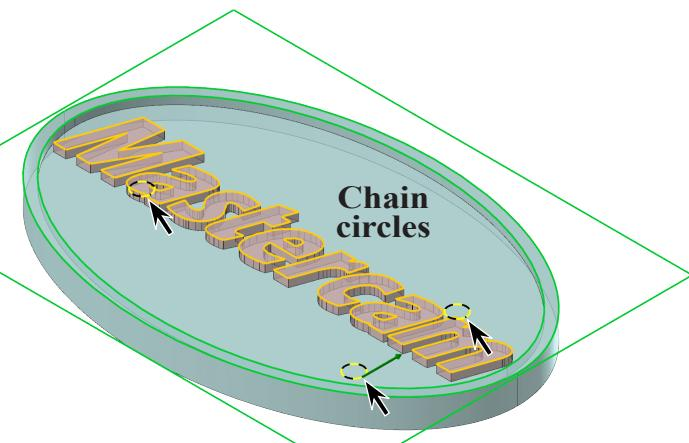

Fig. 24
Step 3. Click the 3 circles, Fig. 24.